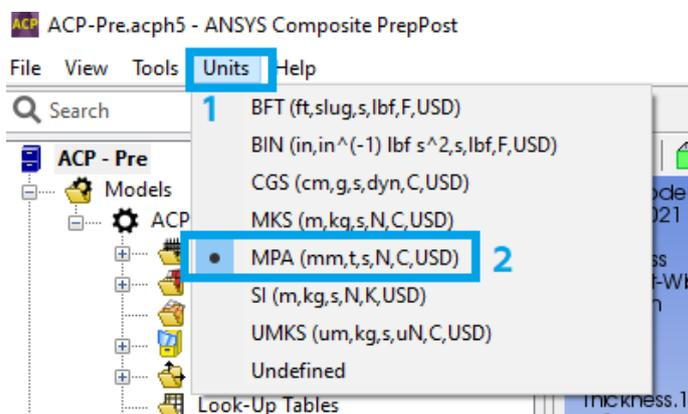

Рис. 21. Изменение единиц измерения
13.2. Сразу изменяем единицы измерения на мм. Для этого нажимаем на *Units* (1) и выбираем *MPA (mm,t,s,N,C,USD)* (2) (рис. 21).